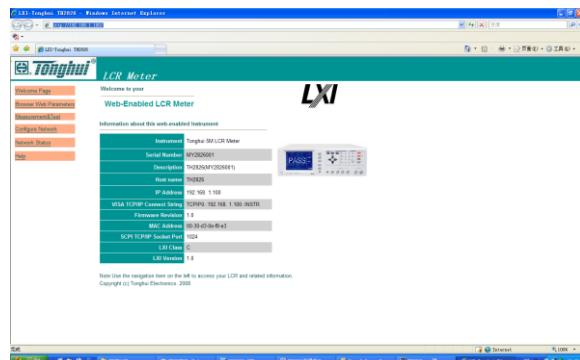

图 7-7 通过浏览器访问 TH2826
- (1) 启动 Internet Explorer。
- (2) 在地址字段键入 <http://192.168.1.100/>，再按回车键。
- (3) 显示 Web 服务器的启动屏幕，如图 7-7 所示。